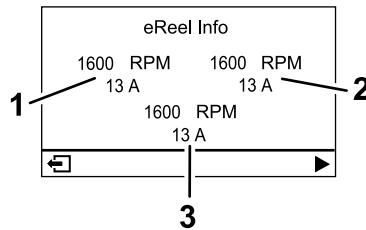

Figura 27
- **Pantalla de motores eReel (Figura 27):** muestra la velocidad y la corriente de cada motor de las unidades de corte.